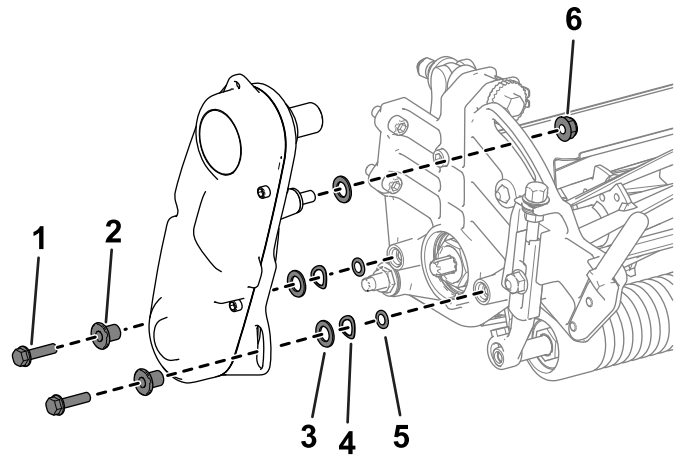

Bild 4
- Entfernen Sie die Befestigungsmittel, mit denen die Spindeltriebsbaugruppe an der Seitenplatte befestigt ist (**Bild 4**).
- Entfernen Sie die Spindeltriebsbaugruppe, Unterlegscheiben, Federscheiben, Distanzstücke und O-Ringe von der Seitenplatte (**Bild 4**).